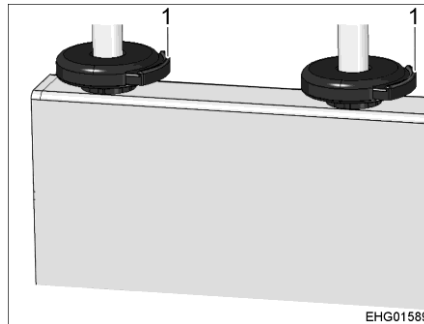

Fig. 25 Sblocco del poggiatesta
- Premere lo sblocco (Fig. 25,1) sulle due barre di guida del poggiatesta.